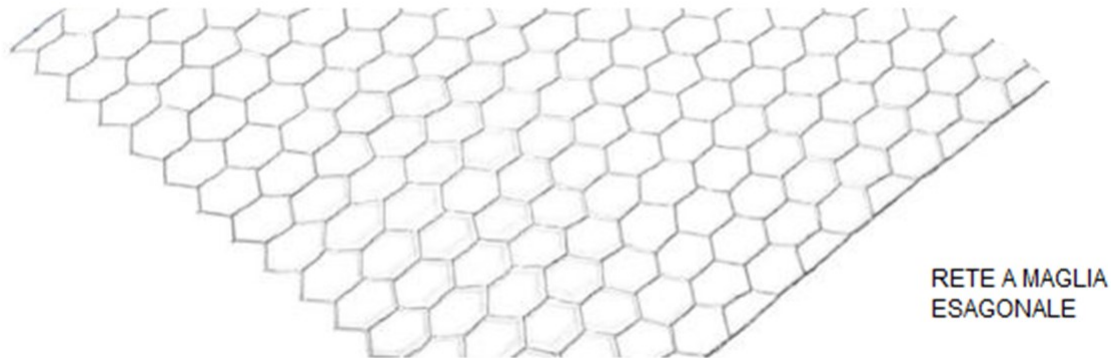

Fig. 3: inserimento della rete di rinforzo sopra tubazioni o canalizzazioni
- Sopra tubazioni o canalizzazioni è necessario armare il massetto con una rete di filo sottile a maglie esagonali (spessore minimo del massetto sopra tubo non inferiore a 2 cm) per evitare la rottura con formazione di crepe (Fig. 3):